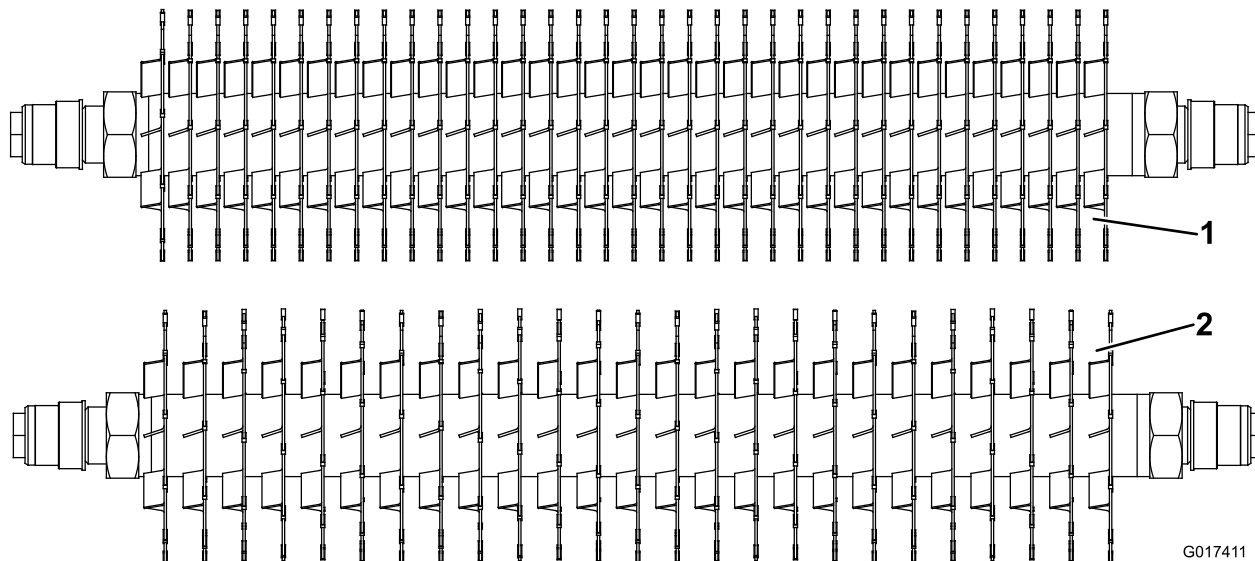

Figura 13
necessari altri (34) distanziali, n. cat. 17-1580, e altre (10) lame in carburo, n. cat. 106-6355, oppure altre (10) lame regolari, n. cat. 17-1590 (Figura 13).